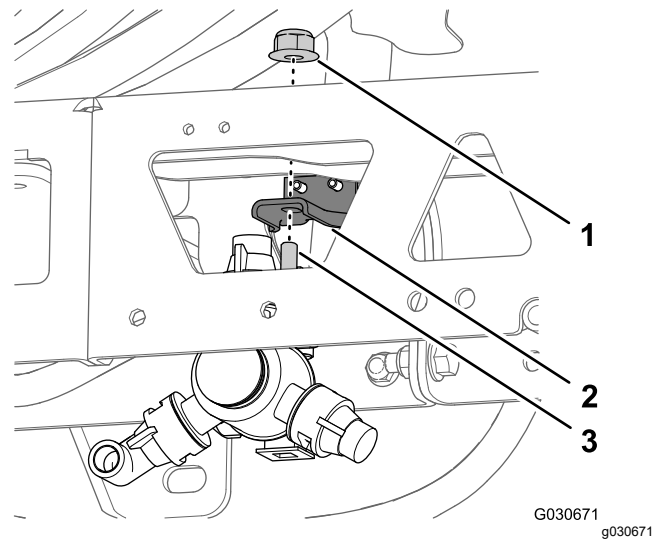
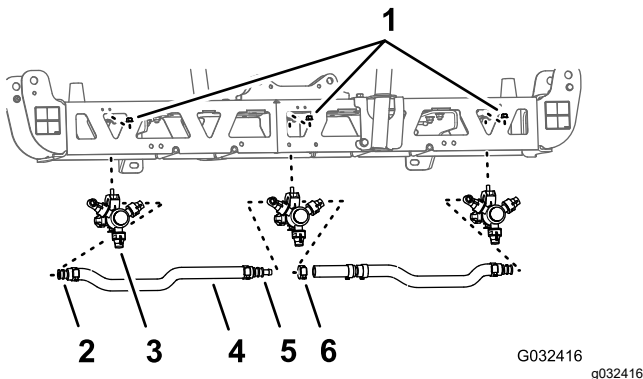

Figura 51
Figura 50
1. En la sección de fumigación central, retire la contratuercas con arandela prensada que sujeta la boquilla de fumigación al soporte de la boquilla (Figura 50 y Figura 51).
- Retire la boquilla de la sección de fumigación central (Figura 50 y Figura 51).
- Retire las mangueras (¾" D.I.), los conectores dentados, las abrazaderas y el acoplamiento en T dentado de la sección de fumigación central (Figura 50).